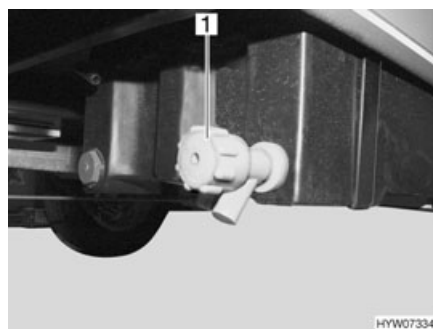

Fig. 114 Rubinetto di scarico (serbatoio delle acque grigie)
- Ruotare il coperchio (Fig. 114,1) del rubinetto di scarico in senso antiorario.
- Ruotare il coperchio (Fig. 114,1) in senso orario. Il rubinetto di scarico è chiuso.